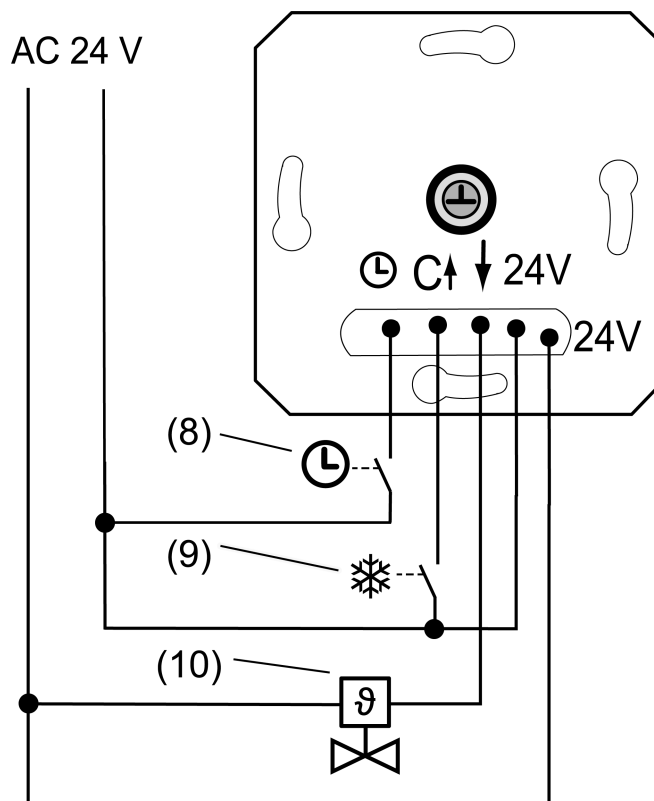
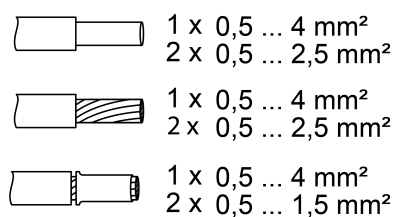

рисунок 2: Пример подключения вставки
рисунок 3: Сечение провода под клемму
- Подключите электротермический сервопривод (10) к вставке (1) согласно монтажной схеме (см. рисунок 2). Соблюдайте сечение проводов (см. рисунок 3).
- Подключите вход в режиме понижения температуры  $\ominus$  через контакт переключения центральных часов (8).